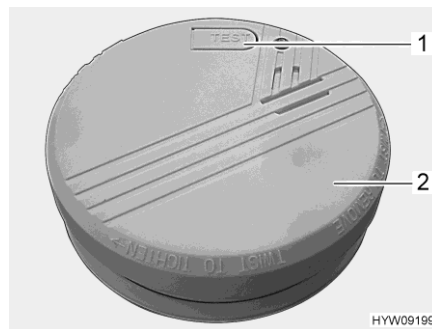

Bild 54 Rauchmelder
- Prüftaste (Bild 54,1) am Rauchmelder (Bild 54,2) drücken, bis der Alarmton ertönt. Der Alarmton verstummt nach dem Loslassen der Prüftaste.